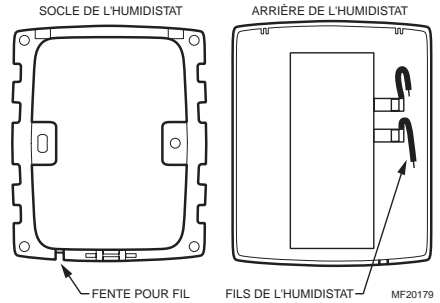

Fig. 14. Socle et vue arrière de l'humidistat.
7. Connecter les fils basse tension aux conducteurs et remettre le boîtier de H8908. Voir la Fig. 14.